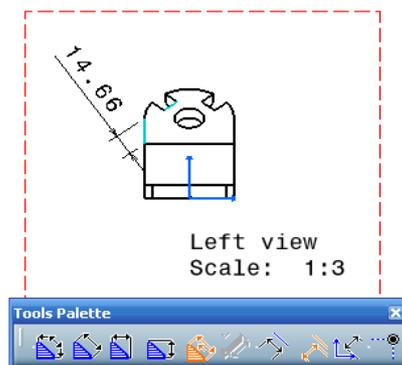

Ilustración 665: Force dimension along a direction. Dimension perpendicular to a direction.
- *Dimension perpendicular to a direction*: siguiendo los mismos pasos que en el caso anterior, se tiene lo que se muestra en la Ilustración 665.